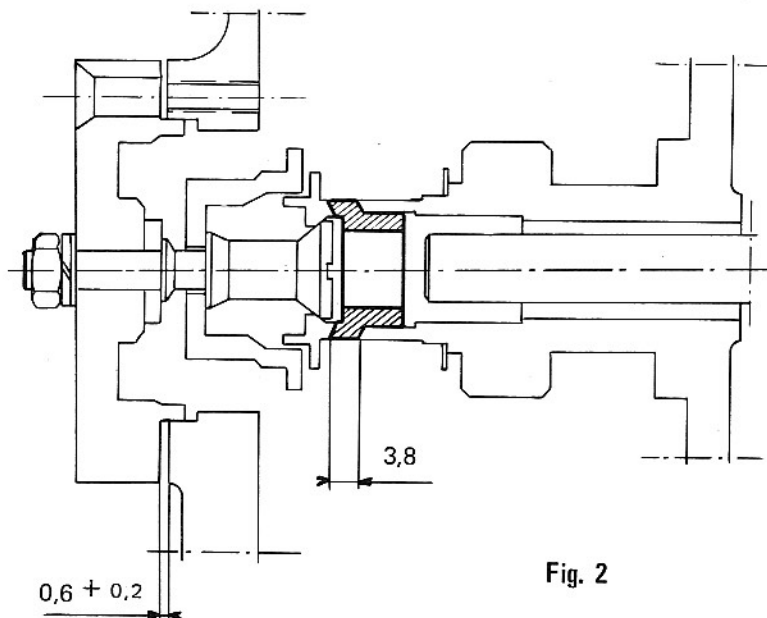

Fig. 2
- Eventuellement, remplacer la rondelle frein (6) pour diminuer l'excentricité.
- Contrôle du libre glissement du bol (8) sur la queue de guidage.
- Réglage de la longueur de chape d'accouplement (10) du levier (9) à la crémaillère (15) : 52,5 à 53 mm d'entr'axes.
- Réglage de la course de ralenti par les rondelles (17) entre le tirant (16) et le couvercle (18). Régler la course de ralenti à $3,2 \pm 0,2$ le bol (8) étant en position repos.
- Pour ce réglage faire montage à blanc du régulateur (Fig. 2)